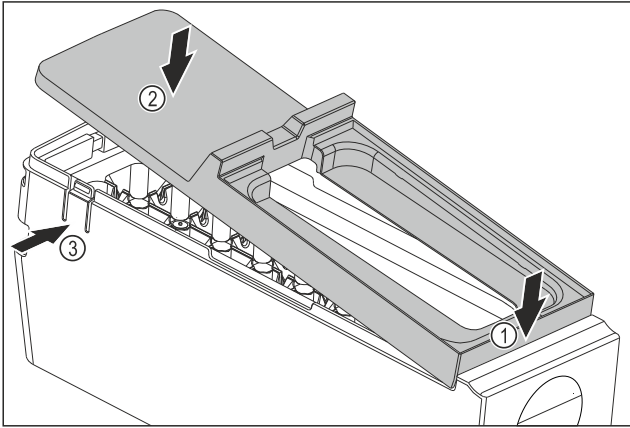

Fig. 99
- Montare la copertura del corpo dell'EasyTwist-Ice: Applicare la copertura sul davanti. Fig. 99 (1)
- Abbassare la copertura sul retro. Fig. 99 (2)
- La copertura si innesta in entrambe le linguette Fig. 99 (3) in modo udibile.